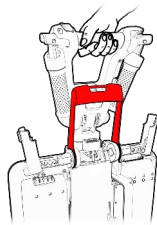

Figura 54
1. Asegúrese de que el manillar esté asegurado en posición vertical (vea la Figura 54).